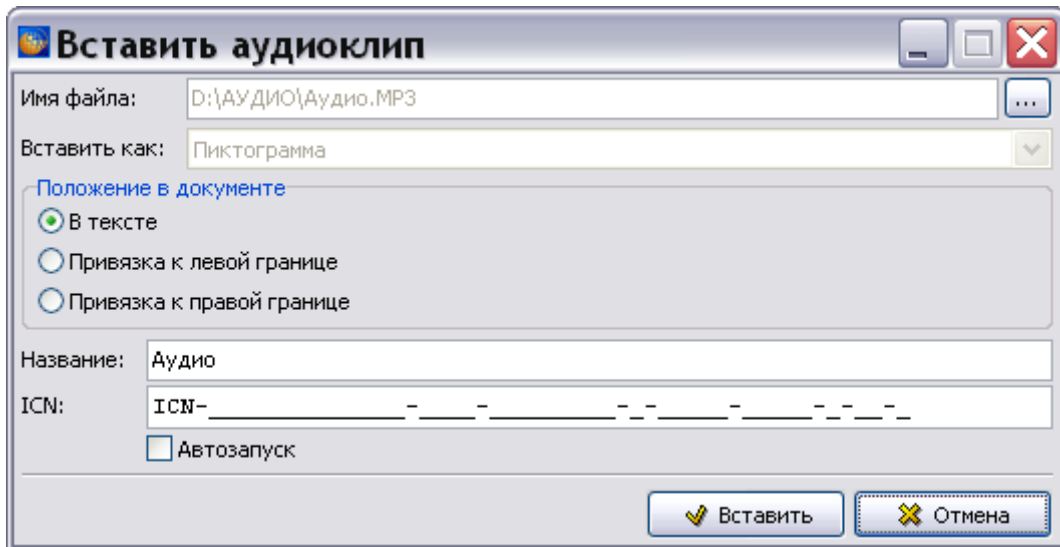

Рисунок 242
- 4) В окне **Открыть** выберите файл формата mp3 или wav и нажмите на кнопку **Открыть**. После этого появится окно **Вставить аудиоклип** (рисунок 242).